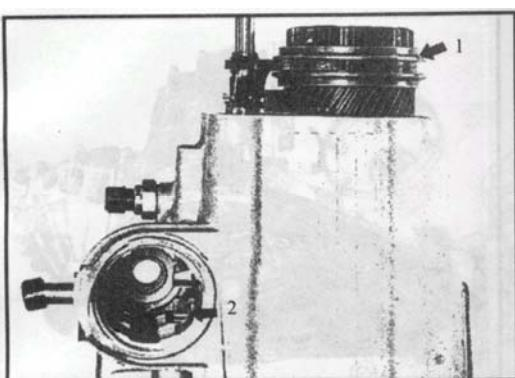

图 4-18 拆卸变速器 (九)
(9) 挂上五档及倒档。按图 4-18 箭头 1 方向, 将同步器向下滑动, 挂上五档。按图 4-18 箭头 2 方向, 向下拨动第一个叉口, 挂上倒档。